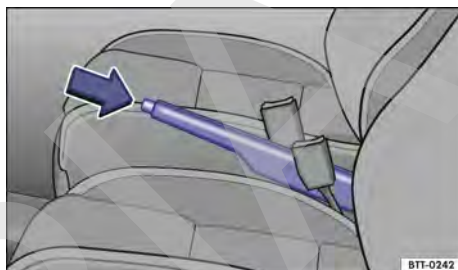

Fig. 102 Entre los asientos delanteros: palanca del freno de estacionamiento.
- Tirar de la palanca del freno de estacionamiento hacia arriba con la tecla de bloqueo presionada → fig. 102 (flecha).
- Tirar de la palanca del freno de estacionamiento un poco hacia arriba y presionar la tecla de bloqueo → fig. 102 (flecha).